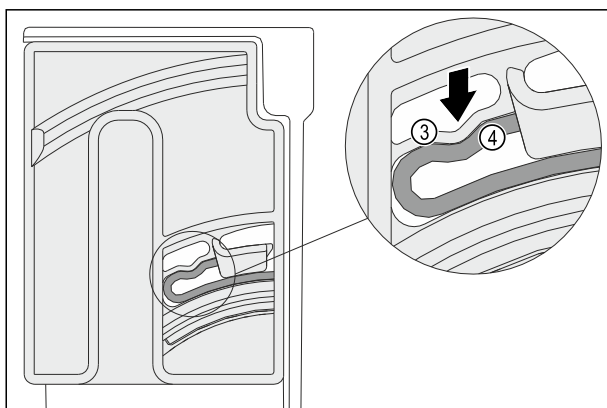

Fig. 97
- Еластичний елемент Fig. 97 (3) поворотного модуля зафіксується з характерним звуком у заокругленні ребра Fig. 97 (4).